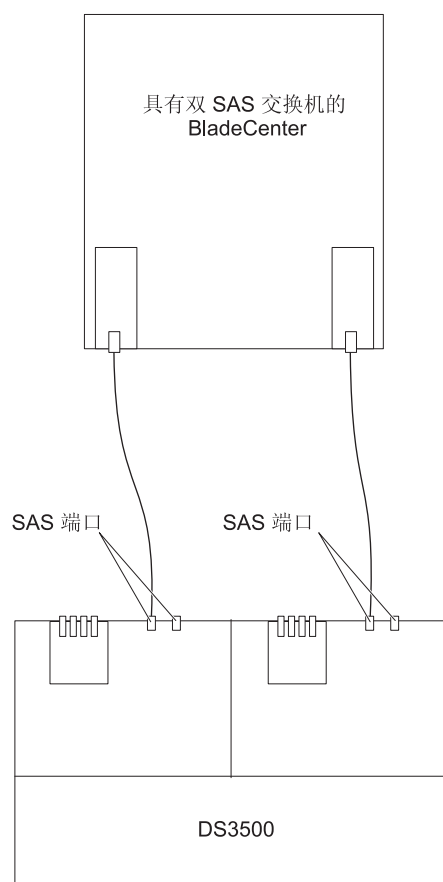

图 72. 连接到一个 BladeCenter 单元的 DS3500 示例
2. 要创建冗余的主机连接，请将 SAS 电缆从第二个 SAS 连接模块连接到 DS3500 中另一个控制器上的主机接口。在双控制器 DS3500 中，您最多可以创建两个冗余的主机连接，每个连接都从 BladeCenter 到一个 DS3500 控制器主机端口，如第 73 页的图 72 中所示。
第 73 页的图 72 显示了连接到一个 BladeCenter 单元的 DS3500 示例。